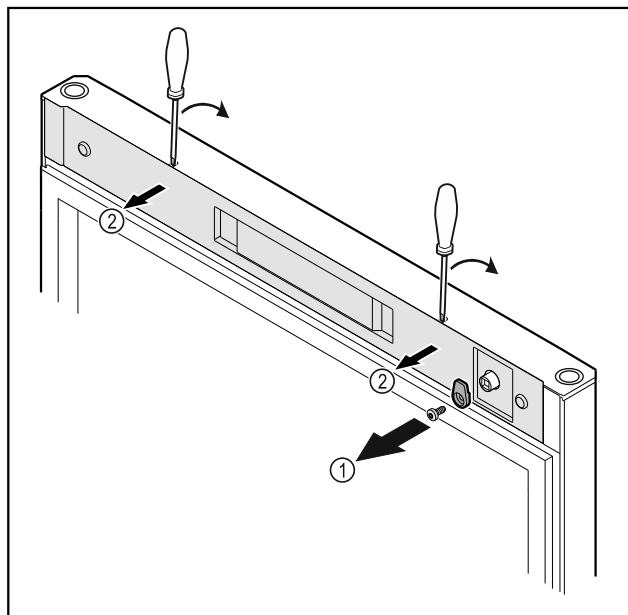

Fig. 53
- ▶ Открутите запорный крючок Fig. 53 (1).
- ▶ С помощью небольшой отвертки освободите крышку Fig. 53 (2) от фиксации и снимите ее.